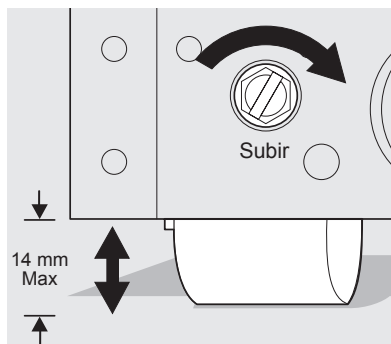

Figura 2
2. Utilice un destornillador plano o una llave de tubo de $\frac{3}{8}$ " para subir o bajar los rodamientos delanteros (Figura 2). No levante el gabinete más de $\frac{9}{16}$ ".